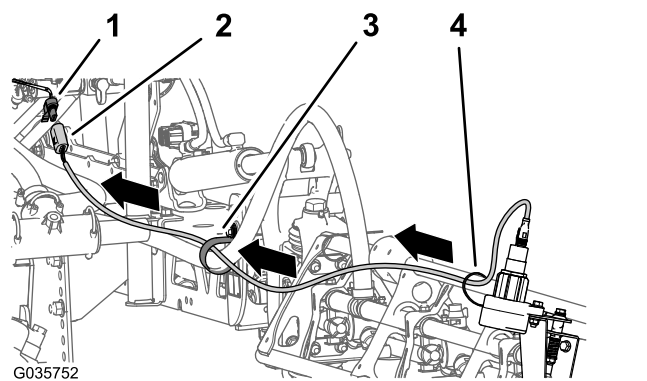

Figura 23
exterior, a través de la abrazadera del soporte y hasta el conector hembra de 4 vías del arnés de cables desde el kit de acabado del brazo Ultra Sonic Boom, hacia el distribuidor del cilindro de elevación (Figura 23).
3. Conecte los conectores de 4 patillas de los arneses de cables de sensor izquierdo y derecho al conector hembra de 4 vías del arnés de cables del kit de acabado de brazo Ultra Sonic Boom (Figura 23) etiquetado SENSOR SÓNICO IZQUIERDO y SENSOR SÓNICO DERECHO.
5. Conecte el cable del sensor al brazo con bridas (Figura 23).